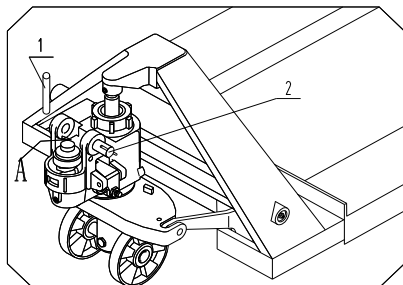

Рис.1
2.1.1 См. рисунок 1. Снимите пружинный палец (1) с штифта (2). Извлеките штифт (2).